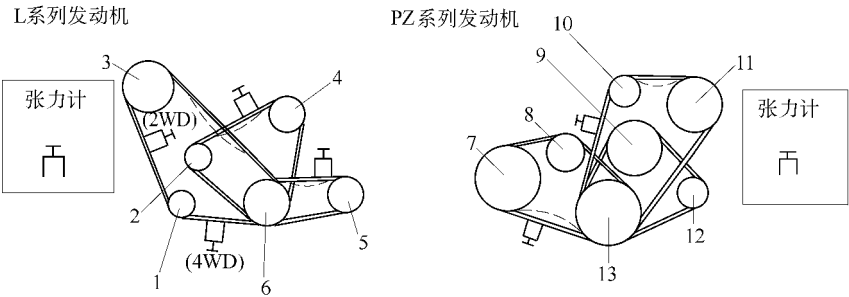

图 19-26 检查传动带的张紧度
- 1) 使用传动带张力计 (98N) 作用力下如图 19-26 所示, 传动带的张紧度应符合表 19-2 的要求。